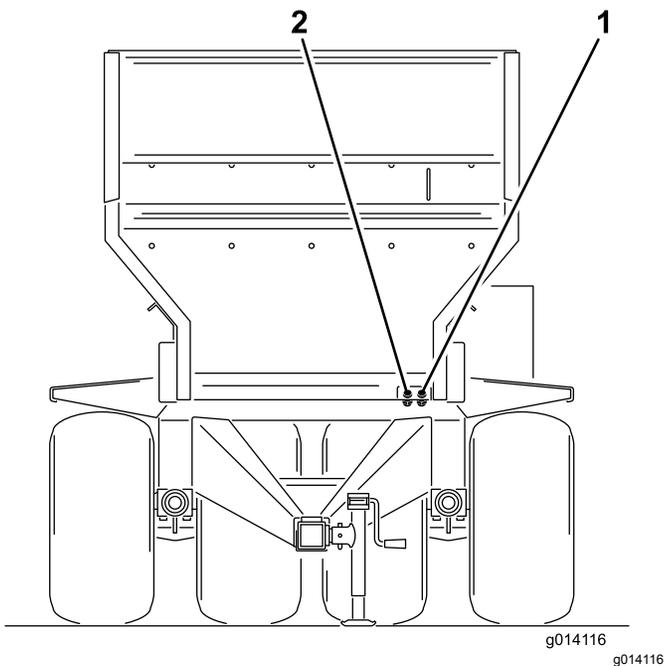

图 20
- 将 2 个液压软管从机器连接到牵引车。面对机器前端将右侧的软管连接到压力侧将左侧的软管连接到回流侧 (图 20)。回流软管有一个管线式单向阀。单向阀上的箭头应面向牵引车的回流接头。